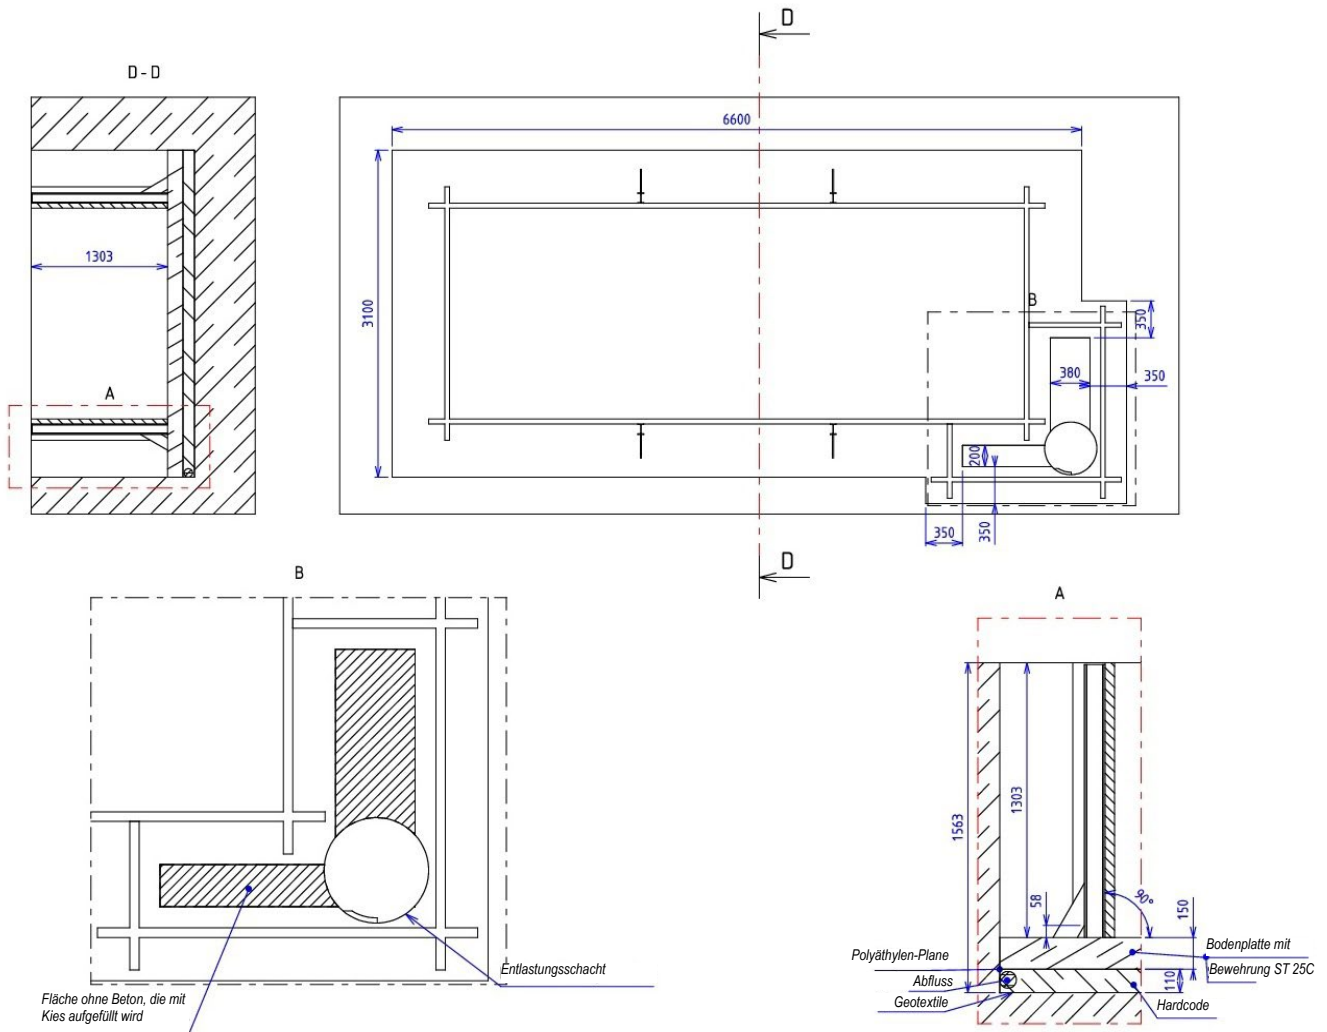

Abbildung 5 – Merkmale der Betonplatte
**TIPP:** Sie können die Streben verwenden, um die Höhe der fertigen Betonplatte zu materialisieren. Zur Nivellierung des Pools 0 als Niveau nehmen, (unter den Holzteilen des Handlaufs, siehe *Abbildung 5.*),
Die Eigenschaften der Betonplatte werden in Abbildung 5. angegeben. Die Abmessungen der Betonplatte sind derart, dass die Holzleiter, die sich außen am Becken befindet, nicht auf der Betonplatte steht. Wir empfehlen Ihnen jedoch, falls möglich, diese auf einen festen Untergrund zu stellen (z.B. Betonplatte oder -ständer).
Wenn Sie die Betonplatte auf den Grabenboden gießen, stellen Sie sicher, dass der obere Teil der Bewehrung ganz in Beton gegossen wird: die Betonschicht über der Bewehrung muss mindestens 3 cm betragen. Schauen Sie auf **Abbildung 5** um die Tiefe der zu gießenden Betonplatte zu bestimmen: sie muss eine Dicke von 150 mm aufweisen und so sein, dass die Höhe zwischen der Plattenoberfläche und dem oberen Ende der Baugrube 1303 mm beträgt, wenn Sie den Pool einlassen möchten.